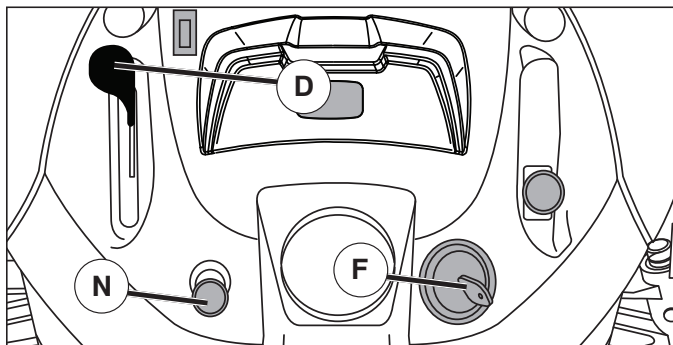

Fig. 6
POUR UTILISER LA COMMANDE DES GAZ (D) (Voir la Fig. 6)
POUR UTILISER L'ÉTRANGLEUR (N) (Voir la Fig. 6)